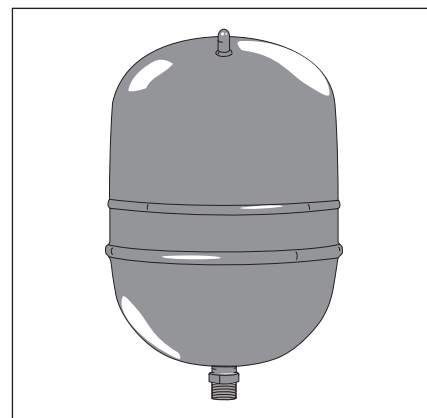

Figure 6 - Le vase d'expansion protège la plomberie du domicile contre les pointes de pression.
- Vase d'expansion (Figure 6 à la page 7)
Vérifier que le vase d'expansion est de dimension adaptée (Figure 6). Nous recommandons d'installer un vase d'expansion si le système n'en est pas équipé. Les codes en vigueur exigent la présence un vase d'expansion de dimension appropriée et sous une pression correcte dans toutes les installations qui comportent des dispositifs antirefoulement, clapets antiretour ou réducteurs de pression (voir l'illustration sur l'intérieur de la couverture avant).